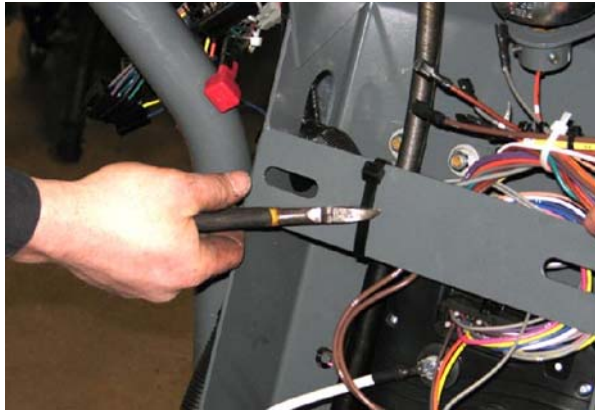

FIG. 14
14. Corte las bridas de los cables en ambos miembros cruzados del canal de dirección. (Fig. 14)